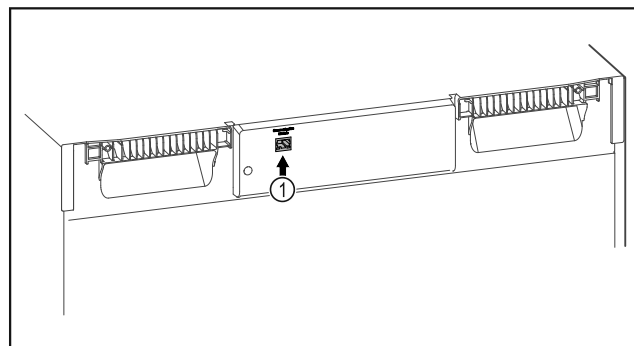

Fig. 101
- Το SmartModule Fig. 101 (1) χρησιμοποιείται.